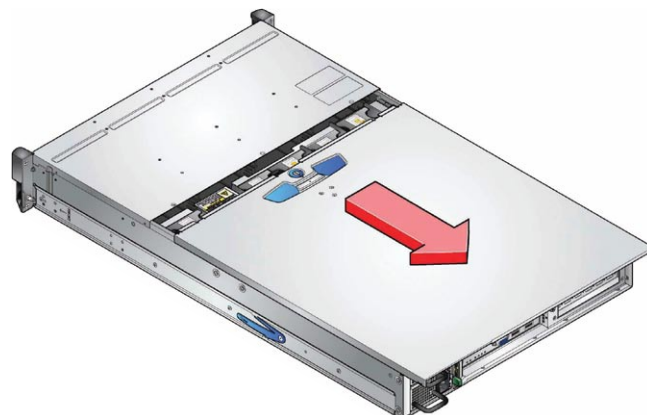

Figura 3: Retirada de la cubierta de la carcasa
1. Suelte la cubierta superior de la carcasa girando el mecanismo de bloqueo hasta la posición "desbloqueado" y deslice hacia atrás la cubierta hasta que se detenga (*consulte la Figura 3*)